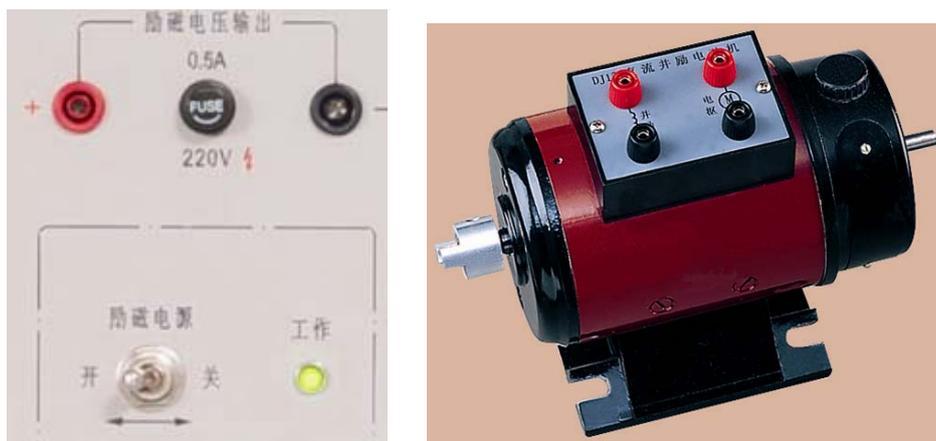

图11 励磁电源和直流他励发电机
③ 分别将DJ15型直流并励电动机和DJ13-1型直流他励发电机固定到电机导轨上。
④ 分别连接DJ15型直流并励电动机接线座上的电枢线圈的红色接线柱、黑色接线柱到信号转接盒上的【Uo】、【Vo】。
⑤ 参考图11，分别连接控制屏上励磁电压输出的【+】（红色）、【-】（黑色）到DJ15